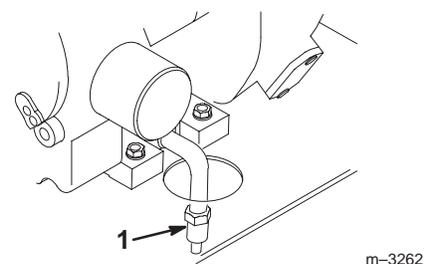

Bild 27
6. Öffnen Sie die Verschlusschraube entgegen dem Uhrzeigersinn um 1/8-Umdrehung und ziehen die Schraube ab (Bild 27).